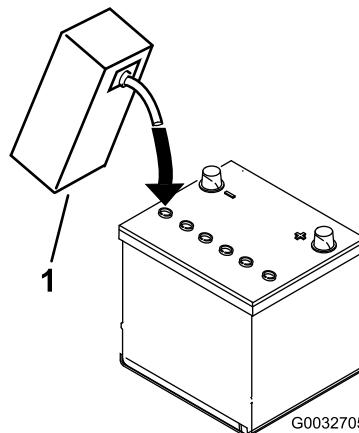

図 6
3. 各セルの電極板が液面下 6 mm程度に水没するまで、電解液を慎重に入れる図 6。
4. 電極板が液を吸収するまで20-30分間程度待つ。必要に応じて、電極板が 6 mm程度水没するぐらいに電解液を補充する図 6。